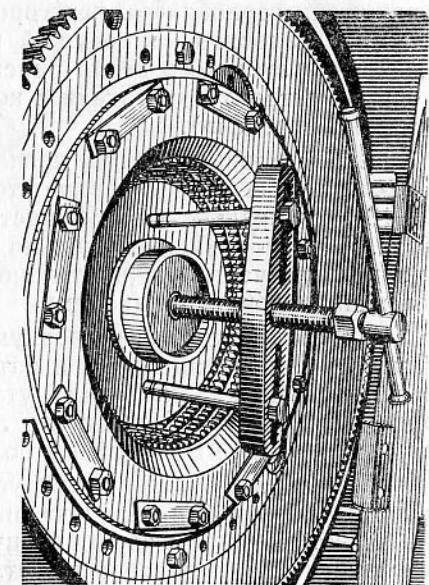

Рис. 36. Установка приспособления УК-ЗА для спрессовки наружного (ведущего) барабана главного фрикционa с носка коленчатого вала
17. Установить (рис. 36) приспособление УК-3А и спрессовать ведущий барабан главного фрикциона с носка коленчатого вала. Вынуть из машины фрикцион и вентилятор.